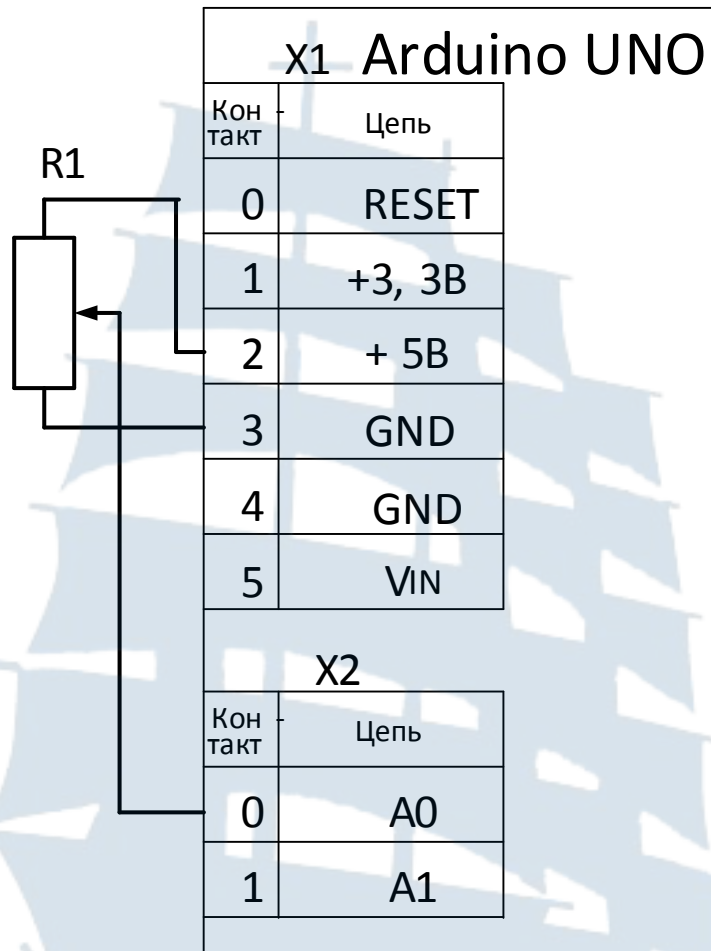

Рис. 3.1. Схема ввода аналогового сигнала с помощью потенциометра
3. Собрать схему, представленную на рис. 3.1. Подключите один крайний вывод потенциометра к земле, другой к шине 5 В. Потенциометры симметричны, так что не имеет значения, с какой стороны вы подключите шину питания, а с какой – землю. Средний вывод соеди-